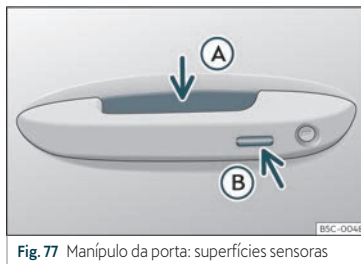

Fig. 77 Manípulo da porta: superfícies sensoras
»» Fig. 77
- Empurre o manípulo de uma das portas dianteiras. Ao fazê-lo, toca-se na superfície sensora»» Fig. 77 (A) (seta) do manípulo e destranca-se o veículo.
- Toque *uma vez* na superfície sensora de bloqueio»» Fig. 77 (B) (seta) do manípulo de uma das portas dianteiras. A porta cujo manípulo se aciona deverá estar fechada.
- Toque *uma vez* na superfície sensora »» **Fig. 77** (B) (seta) do manípulo de uma das portas dianteiras. O veículo é trancado com o sistema de segurança «Safe»»» Página 105. A porta cujo manípulo se aciona deverá estar fechada.
- Toque *duas vezes* na superfície sensora »» **Fig. 77** (B) (seta) do manípulo de uma das portas dianteiras para trancar o veículo sem ativar o sistema de segurança «Safe»»» Página 105.
- Pressione o botão de fecho  do comando à distância e toque uma vez, dentro dos 5 segundos seguintes, na superfície sensora de bloqueio do manípulo da porta do condutor »» **Fig. 77** (B). Não agarre o manípulo da porta, caso contrário o veículo não trancará. Também é possível levar a cabo a desativação se se bloquear o veículo através do fecho da porta do condutor.
Para **fechar com a função de conforto** todas as janelas elétricas e o teto de vidro, mantenha um dedo durante uns segundos sobre a superfície sensora de bloqueio >>> **Fig. 77**  (seta) do manípulo da porta até que as janelas e o teto se tenham fechado.
As superfícies sensoras dos manípulos das portas poderiam ativar-se ao receber um jato de água ou de vapor a grande pressão, caso existisse alguma chave do veículo válida na zona próxima. Se, pelo menos, uma das janelas com acionamento elétrico estiver aberta e se se ativar a superfície sensora >>> **Fig. 77**  (seta) de um dos manípulos de forma permanente, fechar-se-ão todas as janelas.
- **OU:** toque *duas vezes* na superfície sensora situada na parte exterior do manípulo da porta»» **Fig. 77 B**.